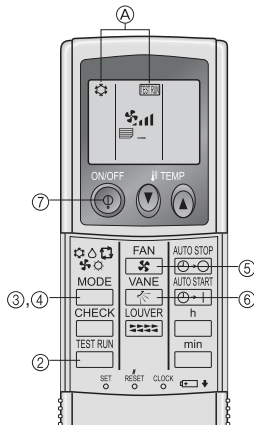

Fig. 7-7
7.2.2. Verwendung der drahtlosen Fernbedienung (Fig. 7-7)
- ① Mindestens 12 Stunden vor dem Testlauf den Netzstrom einschalten.
- ② Die **TEST RUN** -Taste zweimal kurz nacheinander drücken.